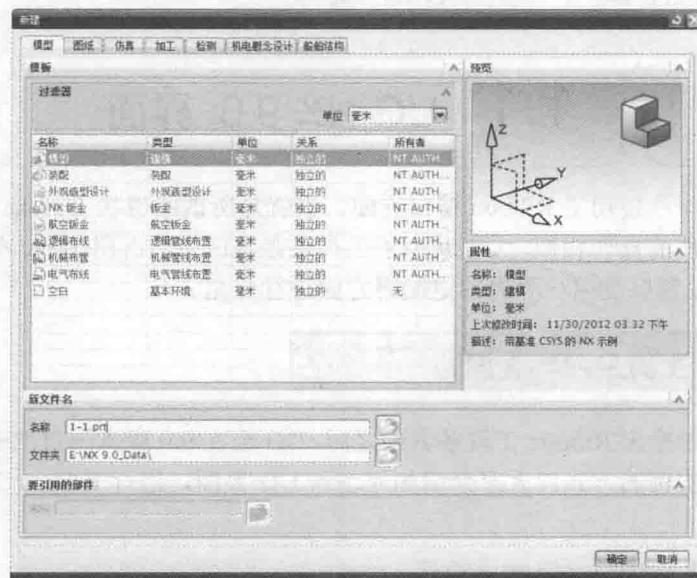

图 1-2 “新建”对话框
- 步骤 02** 在“主页”选项卡中选择“新建”，打开如图 1-2 所示的“新建”对话框，首先在模板中选择“模型”，接着单击“文件夹”后面的图标按钮，选择文件路径，然后输入模型名称为“1-1.prt”，单击“确定”按钮进入 UG 建模界面。